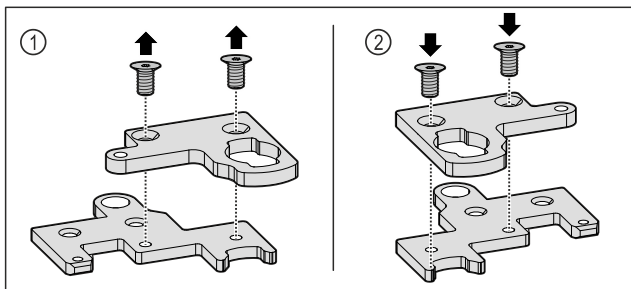

Fig. 35
- Zweiteiligen Scharnierwinkel auseinanderbauen. Fig. 35 (1)
- Zweiteiligen Scharnierwinkel um 180° gedreht wieder zusammenbauen. Fig. 35 (2)